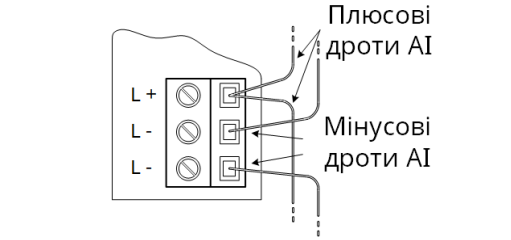

Рисунок 4.1 – Схеми підключень АІ
4.1 Для доступу до клем слід зняти передню кришку. На Рис. 4.1 наведено підключення оповіщувача до АІ.